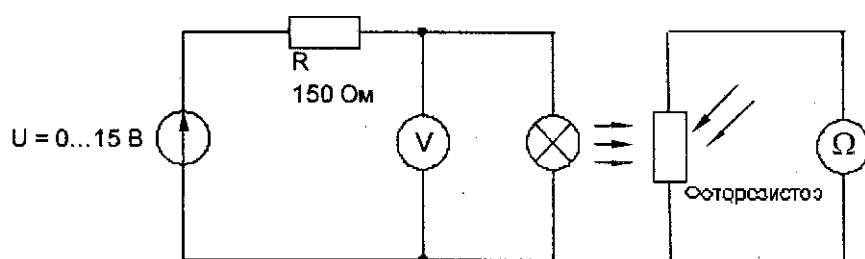

Рис. 4.6.1
- Соберите цепь согласно схеме (рис.4.6.1). К фоторезистору подключите мультиметр в режиме измерения сопротивления. Установите источник света на наборной панели, так чтобы лампа источника света располагалась напротив фоторезистора. Чтобы свести к минимуму влияние внешнего освещения, прикройте сверху источник света и фоторезистор.